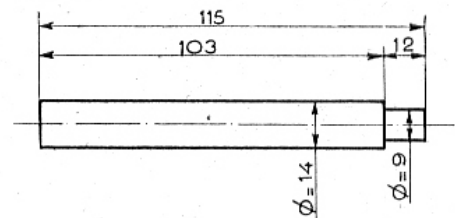

Fig. 8. — Cotes du mandrin d'extraction des guides de soupapes
- Les guides emmanchés à la presse, peuvent être sortis au moyen d'un manchon d'extraction (SAPRAR 10732) (fig. 8).